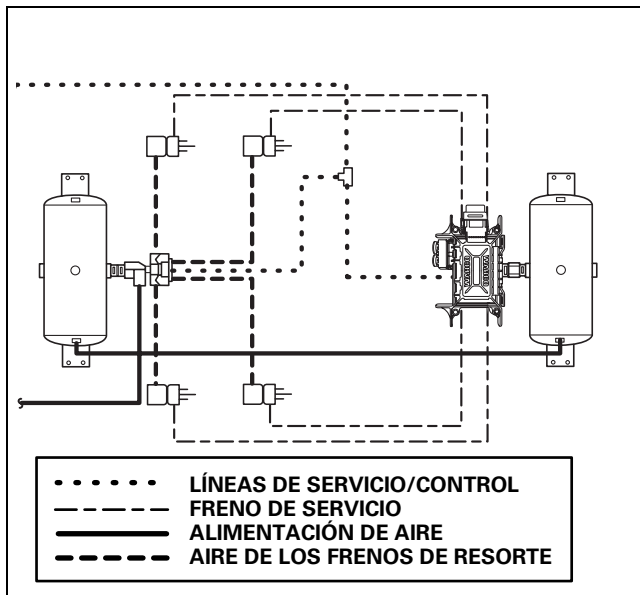

Figura 4
- Conecte las líneas de alimentación de aire desde las cámaras de servicio al Puerto 2 (3/8 de pulgada NPTF) del conjunto de la ECU y la válvula moduladora única. Figura 4.
- Conecte la línea de control del servicio de frenos al Puerto 4 (3/8 de pulgada NPTF) del conjunto de la ECU y la válvula moduladora única. Figura 4.